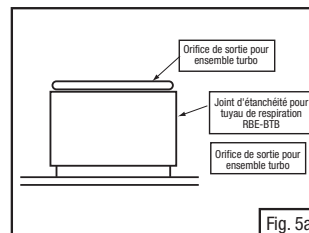

Fig. 5a
- REMARQUE :** Si l'on utilise le tuyau de respiration RBE-BTB, s'assurer que le joint d'étanchéité gris est en place au niveau de l'orifice de sortie. Voir la Fig. 5a. Dans le cas contraire, installer un joint d'étanchéité en le faisant glisser sur la sortie. Des joints d'étanchéité sont fournis avec le tuyau de respiration RBE-BTB.